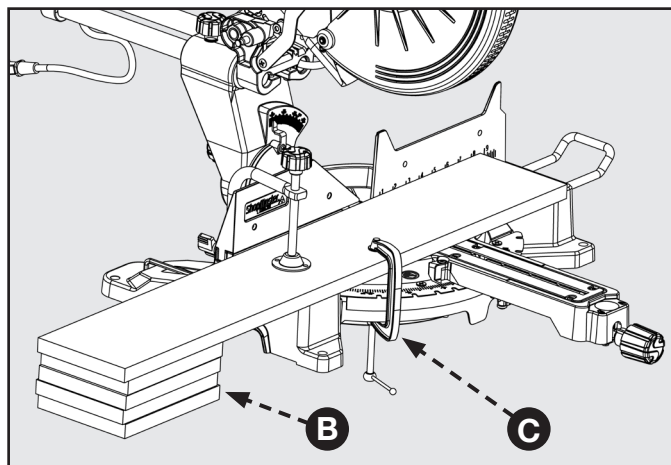

FIGURA 21
En la mayoría de los casos, las extensiones de la mesa incluidas (apoyos de las piezas de trabajo) serán suficientes para apoyar las piezas de trabajo más largas. Si no son lo suficientemente largas, la pieza de trabajo deberá apoyarse desde fuera de la sierra. Se puede utilizar un apoyo adicional (B) para lograr que la pieza de trabajo quede apoyada de forma plana en la mesa de la sierra. Utilice la abrazadera de fijación incluida o una abrazadera C (C) para asegurar la pieza de trabajo a la mesa de la sierra ingletadora. Consulte la Figura 21.